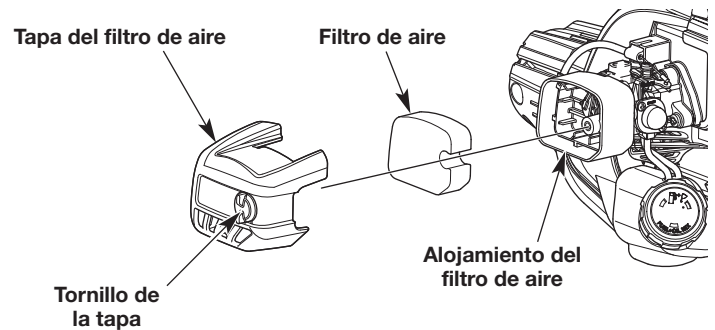

Fig. 19
1. Abra la tapa del filtro de aire para lo cual debe aflojar el tornillo de la tapa (Fig. 19).
2. Extraiga el filtro de aire de su alojamiento (Fig. 19).
6. Vuelva a instalar el filtro de aire en su alojamiento (Fig. 19).